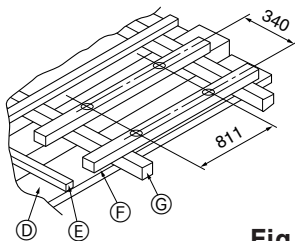

Fig. 2-4
- 1 Ξύλινες κατασκευές (Fig. 2-4)